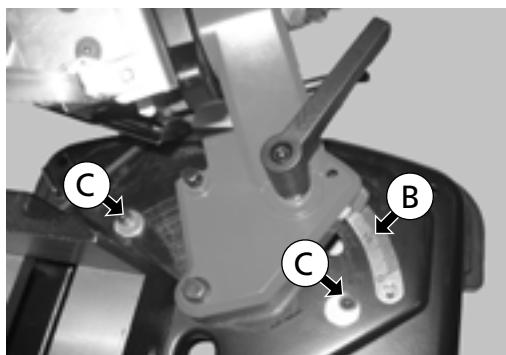

Fig. 20
Faire tourner le montant de la scie à ruban jusqu'à l'angle souhaité, indiqué sur le repère (B) - (fig. 20). Les butées ajustables (C) pour 90° et 45° permettent un réglage rapide (fig. 20).